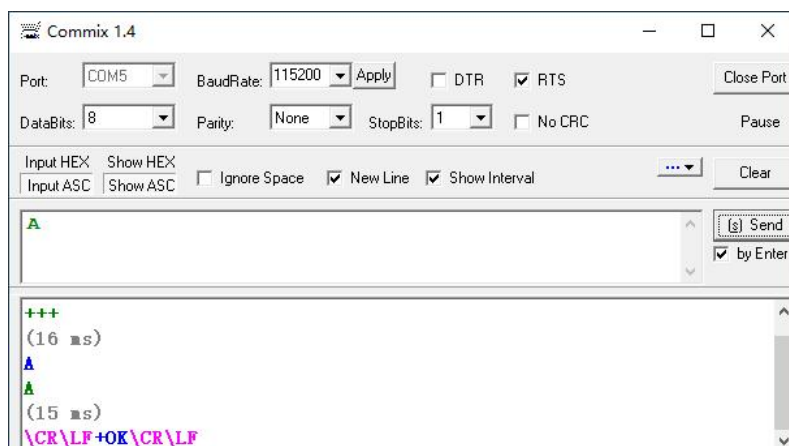

图 16-2 确认码发送界面
3) 模块接收到“A”后，向 Commix 发送“+OK”，并进入“AT 指令模式”。如图 16-2所示。